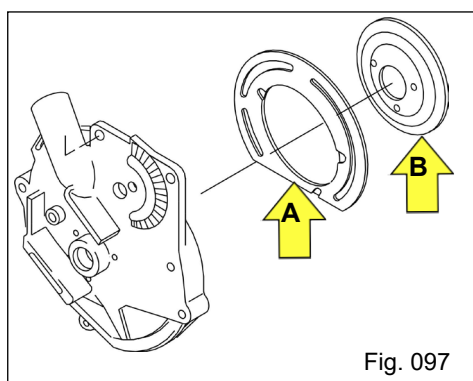

Fig. 097
- **Corpo** (Fig. 097): que por sua vez é composto de Inserto de apoio do disco e prato de fixação do Inserto.